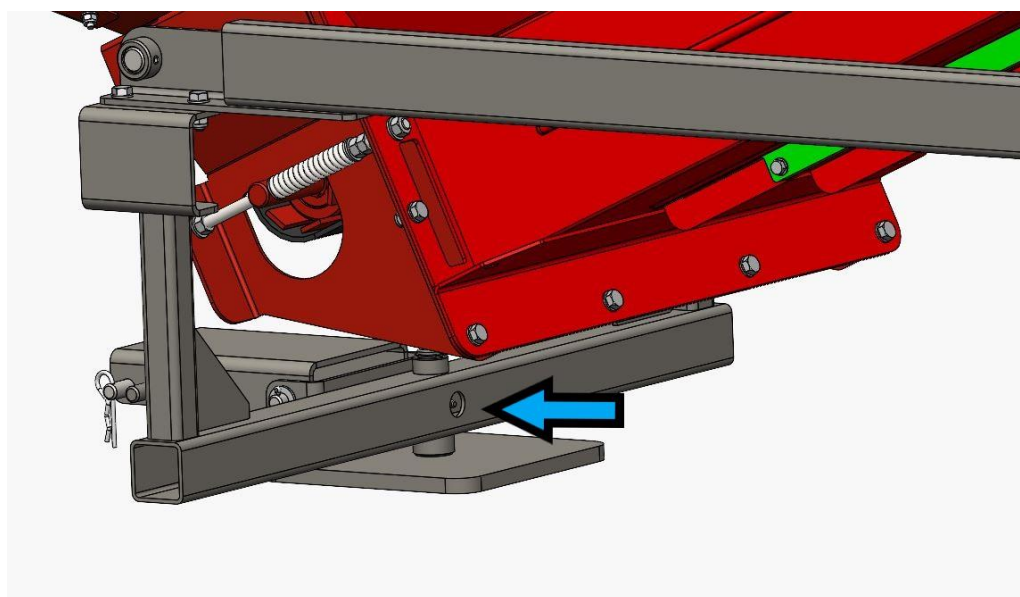

Рис. 10.
2. Поворотный штифт (1 шт. на рис. 10).